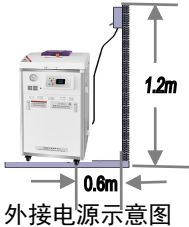

图 2
- 6.3 灭菌器安装位置四周应留有足够空间便于操作维修，使用者必须在灭菌器距离建筑物 0.6 米，高度 >1.2 米（图 2）便于操作的位置装置断路器作为设备电源的断开装置（断路器电流必须 >32A 带漏电保护并标识有“灭菌器专用”字样）。